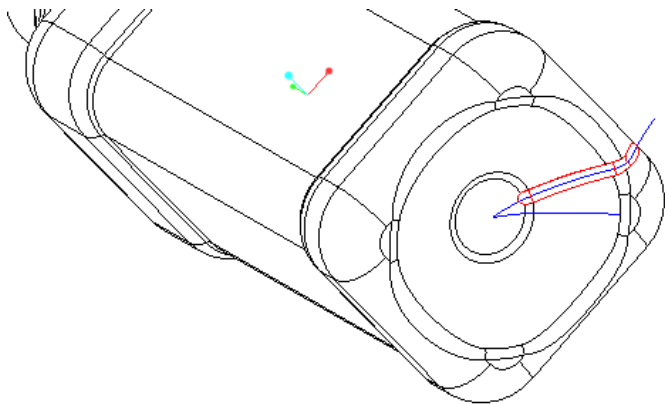

图 13-74 扫描切口
- 6 在“扫描”选项卡中单击“完成”按钮，完成的扫描切口如图 13-74 所示。